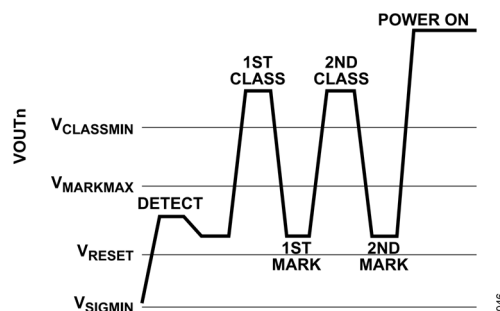

図 41. タイプ 2 PSE (2 イベント・クラス・シーケンス)
25.5W を要求するタイプ 2 PD は、すべてのクラス・イベント時にクラス・シグネチャ 4 を示します。供給可能電力が 25.5W のタイプ 2 PSE は、図 41 に示すように、最初のクラス・イベント時にクラス・シグネチャ 4 を認識すると、PD に V_{MARK} (代表値 9V) を供給し、少し間を置いてから 2 番目のクラス・イベントを発行します。2 番目のクラス・イベントは、PSE が 25.5W を割り当てたことを PD に知らせます。